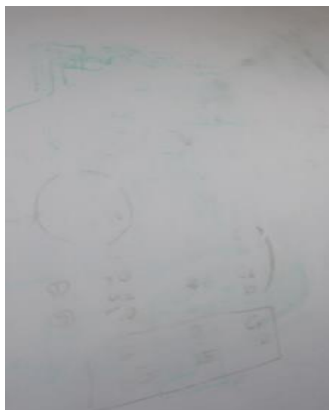

図1 消えない場合の例
- ・ フィルムへの筆記には、ホワイトボード用の推奨マーカを必ずご使用ください。インクの消去はホワイトボード用の推奨レーザーを必ず使用してください（別表 2）。推奨マーカ、レーザー以外を使用すると、消えない場合がありますのでご注意ください。（図 1）